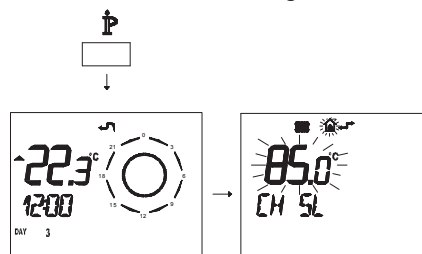

Figura 5.50
- Premere per più di 3 secondi il pulsante **IP** per entrare in modalità **INFO** (Figura 5.50).